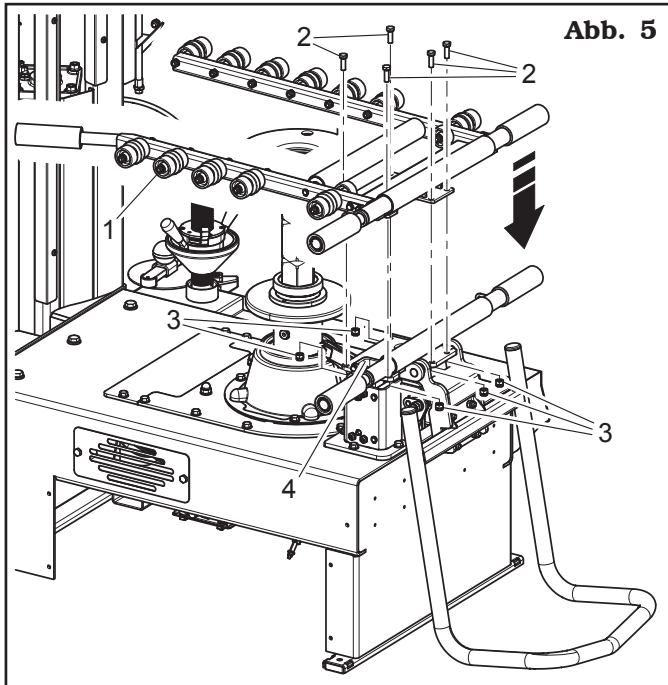

Abb. 5
5. Befestigen Sie den Rollensatz (Abb. 5 Pkt. 1) an dem Bügel der Basisstütze (Abb. 5 Pkt. 4) durch den mitgelieferte Schrauben (Abb. 5 Pkt. 2) und Muttern (Abb. 5 Pkt. 3).